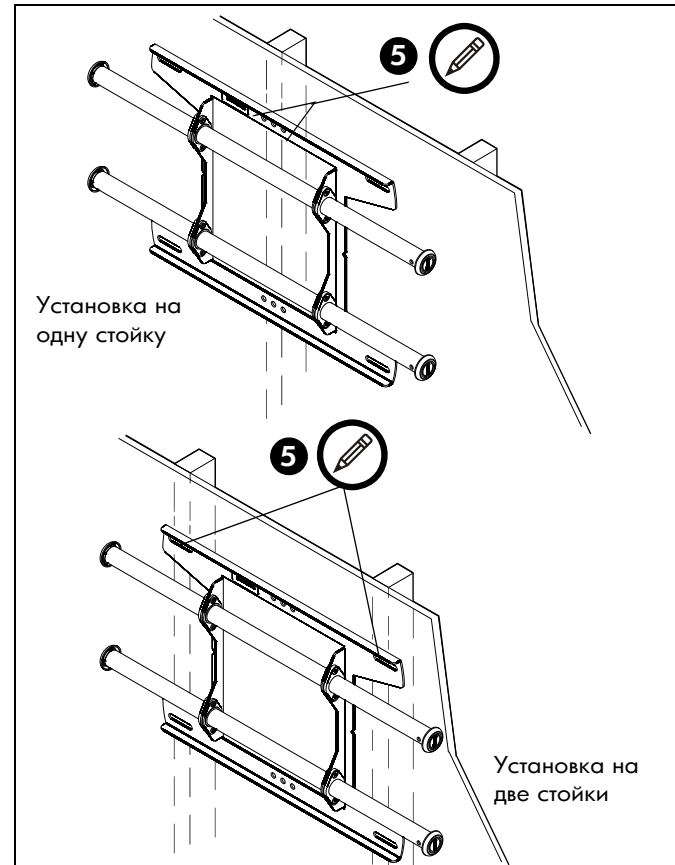

рис. 2
5. При помощи уровня сделайте на стене отметки на каждой из стоек каркаса там, где будут расположены верхние монтажные отверстия. (См. рис. 2)
ПРИМЕЧАНИЕ. MSA и MTA можно прикрепить через монтажные отверстия на двойных стойках или центральные монтажные отверстия на одной стойке. (См. рис. 2)